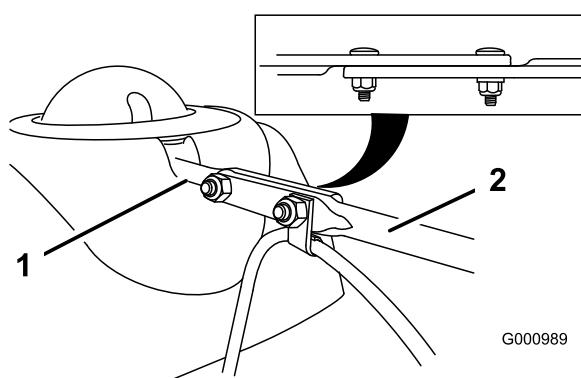

Figura 9
- Allineate il lato posteriore piatto della lunga asta di comando del camino di scarico con il lato anteriore piatto dell'asta corta che protrude dal quadro di comando, in modo che siano inseriti l'uno nell'altro (Figura 9).